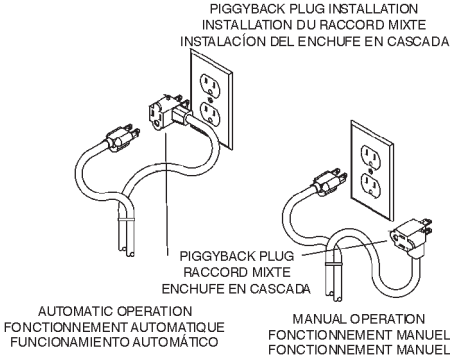

FIGURE 3
- Connect piggy-back plug to outlet (Figure 3).
- Connect pump plug to piggy-back plug (Figure 3).
- Insérer le raccord mixtre dans la prise de courant (Fig. 3).
- Brancher la fiche de la pompe dans le raccord mixte (Fig. 3).